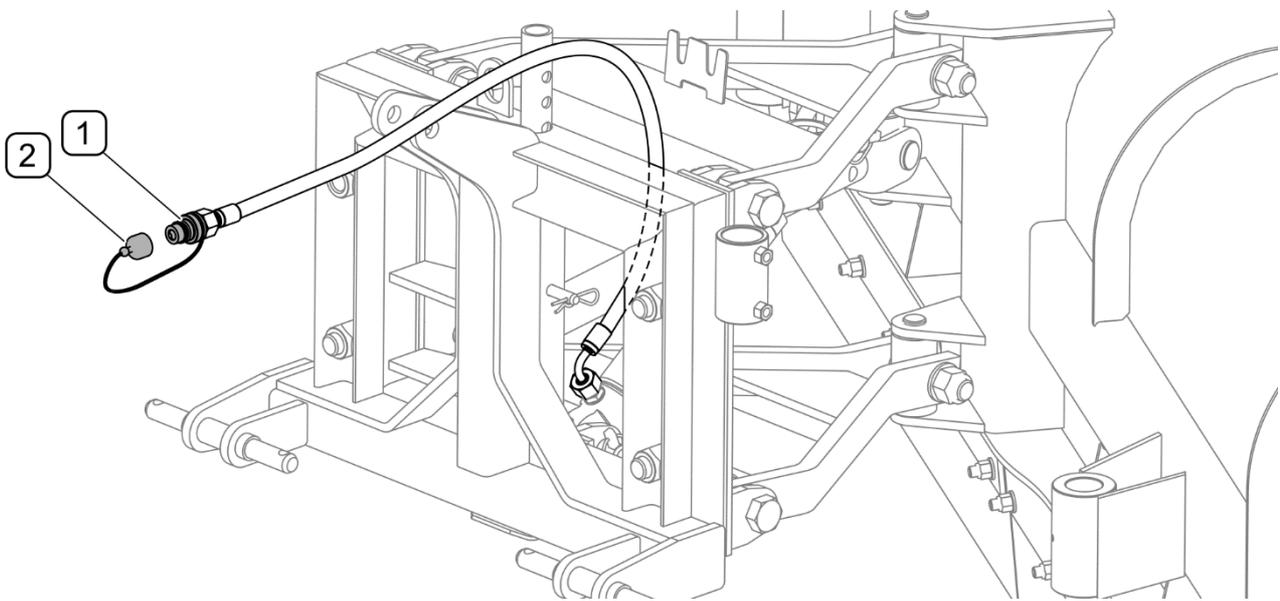

РИСУНОК 4.8 Подсоединение гидравлической системы
- Подсоединить быстрый разъем гидропровода к системе внешней гидравлики транспортного средства (РИСУНОК 4.8)
(1)- быстроразъемные гидравлические соединения; (2)- защитный колпачок;
Необходимо подсоединить провод с быстрым разъемом на конце (1) (РИСУНОК 4.8) к разъему внешней гидравлики транспортного средства. В зависимости от версии гидравлической системы провода могут иметь разъемы типа ISO или ZSR. Быстрые гидравлические разъемы в снегоотвале необходимо подсоединить к быстрым разъемам секции внешней гидравлики транспортного средства, оснащенной так наз. "плавающим" положением, позволяющим копировать рельеф местности. При присоединении гидропроводов необходимо следить за тем, чтобы провода не сгибались и не перекручивались, а также обеспечить их защиту от повреждений.